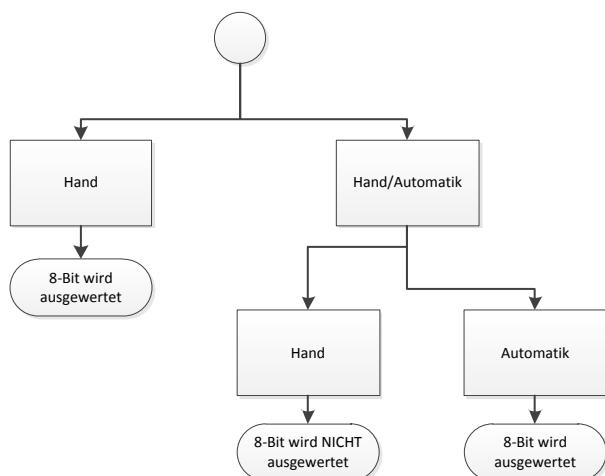

Abbildung 36: Betriebsarten der Jalousiesteuerung
**ACHTUNG:** Die meisten Jalousieaktoren unterscheiden zwischen Hand- und Hand/Automatikbetrieb. In der Betriebsart Hand/Automatikbetrieb kann per Kommunikationsobjekt zwischen Hand- und Automatikmodus umgeschaltet werden. Die 8-Bit-Kommunikationsobjekte zur Positionierung können bei diesen Aktoren nur im Handbetrieb verwendet werden, bzw. in der Betriebsart Hand/Automatikbetrieb im Modus „Automatik“ (siehe Abbildung 36)